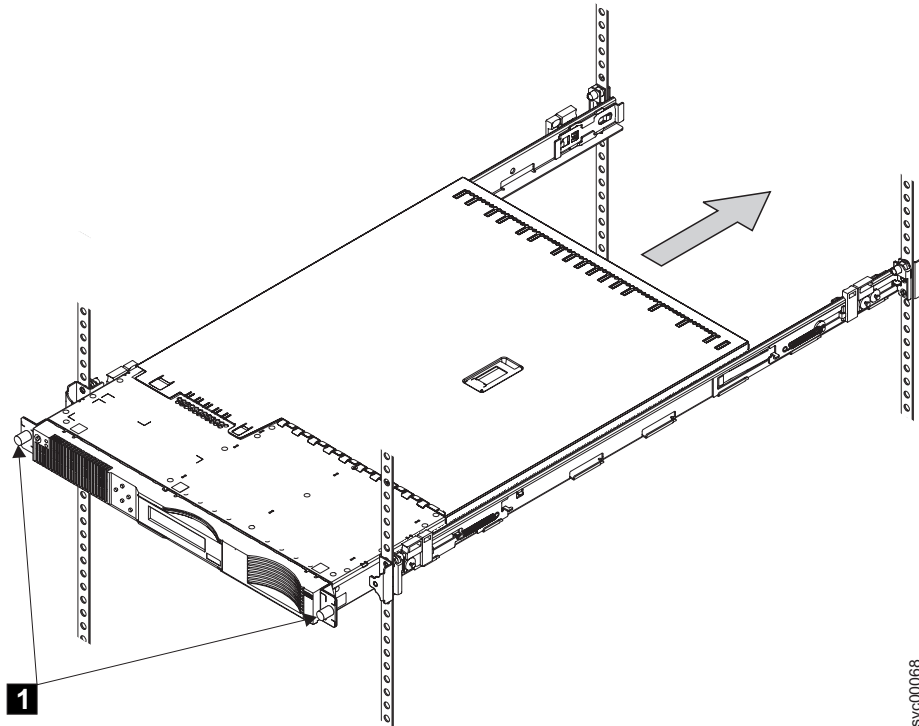

図 101. 前部ねじでの SAN ボリューム・コントローラー 2145-4F2 の取り付け
2. SAN ボリューム・コントローラー 2145-8F2 の場合は、ラックの正面部の 2 個の止め金を掛けて、SAN ボリューム・コントローラーをラックに取り付けます。SAN ボリューム・コントローラー 2145-4F2 の場合は、2 個の前部ねじ **1** を留めます。314 ページの図 101 を参照してください。
注: SAN ボリューム・コントローラー 2145-8F2 レール・アセンブリの正面は、314 ページの図 101 とは異なって表示されます。